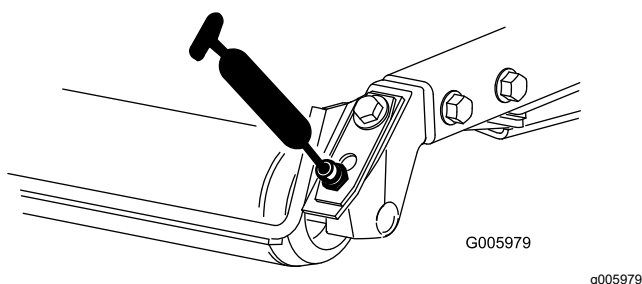

Figura 86
- Cojinetes de los rodillos traseros (2 por unidad de corte) tal y como se muestra en la Figura 86